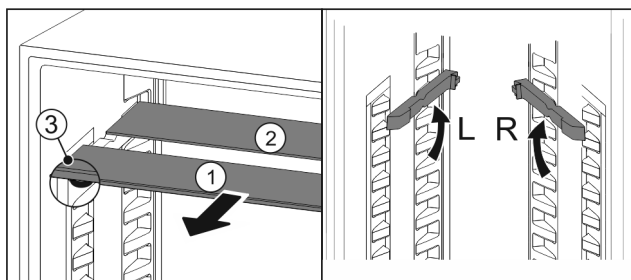

Fig. 58
- Glasplatten einzeln nach vorne herausziehen Fig. 58 (1).
- Glasplatte Fig. 58 (1) mit Zierleiste liegt vorne.
- Stopps Fig. 58 (3) zeigen nach unten.